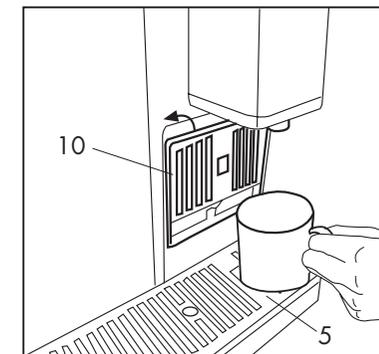

Fig.5
- Controllare che non ci siano capsule all'interno e accendere la macchina azionando l'interruttore principale (2)
- Chiudere il supporto per tazza piccola (10) e posizionare una tazza grande sulla griglia (5) (Fig. 5)